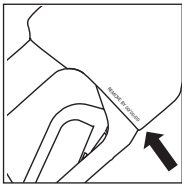

Figure 15
(Ilustración 15)
- OPW recommends all OPW dispensing equipment be removed by or before the service life date marking on this product. The service life date is located under the scuff guard. (See Figure 15)
- OPW recomienda que todos los equipos de despacho sean reemplazados antes de la fecha indicada como vida útil en el producto. Los fluidos que se cristalizan, producen daños en el funcionamiento de la boquilla. Retire la acumulación de líquidos con un disolvente compatible. (Es decir agua destilada o desionizada) (vea la ilustración 15).